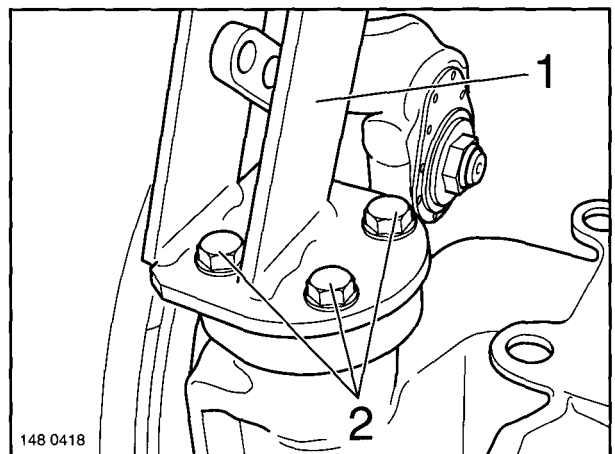

Fig. 18
- (1) In the case of the LL series, insert the compression spring in the kingpin bore.
- (2) Place the base plate (Fig. 18/1) in its correct position on the steering box or on the compression spring.
- (3) Tighten the base plate fixing screws (Fig. 18/2) evenly and crosswise to the specified torque.
- (1) Dans la série LL, mettre le ressort de pression dans le perçage du pivot de fusée.
- (2) Placer le support (figure 18/1) en bonne position sur le carter d'articulation ou sur le ressort de pression.
- (3) Fixer le support à l'aide des vis (figure 18/2) qui doivent être serrées alternativement en plusieurs étapes au couple prescrit.
- (1) Bei Baureihe LL Druckfeder in die Bohrung des Lenkbolzens einsetzen.
- (2) Grundplatte (Fig. 18/1) lagerichtig auf das Lenkgehäuse bzw. auf die Druckfeder aufsetzen.
- (3) Grundplatte mit Befestigungsschrauben (Fig. 18/2) gleichmäßig und wechselseitig mit dem vorgeschriebenen Drehmoment festziehen.